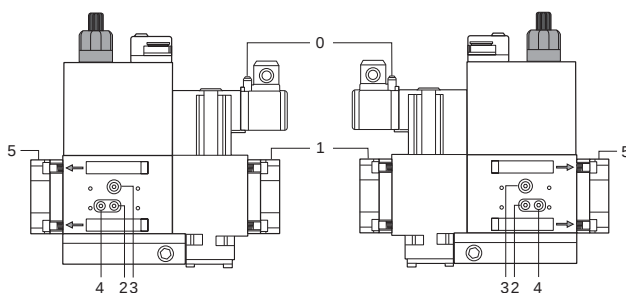

Рис. 32
- Чистить или менять, если разница давления между точками 1 и 2 (Рис. 32.) $\Delta p > 10$ мбар.